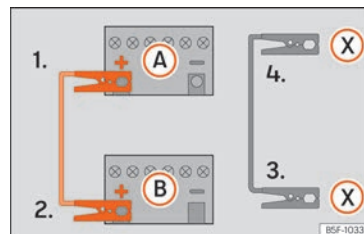

Fig. 43 Esquema de conexión para vehículos con sistema Start Stop.
- 4b. *En los vehículos con sistema Start-Stop:* emborne un extremo del cable negro de emergencia (X) a un terminal de masa adecuado, a una pieza de metal maciza que vaya atornillada al bloque motor o al mismo bloque motor » fig. 43.
5. Emborne el otro extremo del cable negro de emergencia (X), en el vehículo con la batería descargada, a una pieza de metal maciza que vaya atornillada al bloque motor o al mismo bloque motor pero lo más alejado posible de la batería (A).